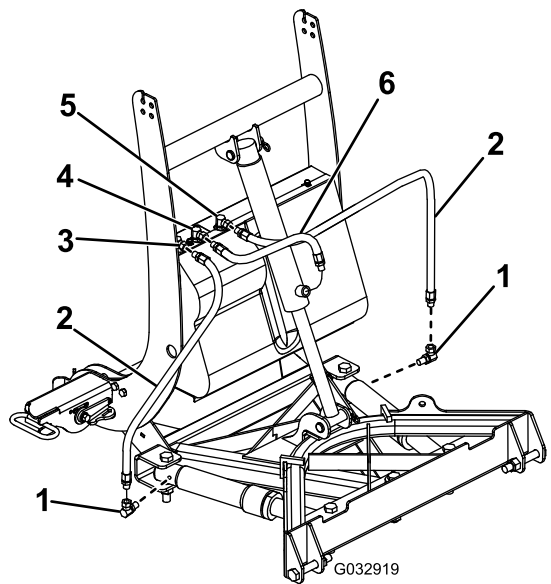

Bild 8
1. Befestigen Sie das 1/4"-Ende des 45 cm langen Schlauchs am mittleren Anschlussstück des Hydraulikverteilers (Bild 8). Drehen Sie das Anschlussstück, bis es handfest angezogen ist, und drehen es dann um weitere zwei oder drei Umdrehungen.
2. Setzen Sie einen 3/8" O-Ring in das Ende des 45 cm langen Schlauchs am unteren Anschlussstück am Hubzylinder ein (Bild 8). Drehen Sie das Anschlussstück, bis es handfest angezogen ist, und drehen es dann um weitere zwei oder drei Umdrehungen.
3. Verwenden Sie Gewindesperrmittel und befestigen das 90°-Anschlussstück am rechtwinkligen Zylinder am Schubrahmen (Bild 8).
4. Befestigen Sie das 1/4"-Ende des 86 cm langen Schlauchs am rechten Anschlussstück des Hydraulikverteilers (Bild 8). Drehen Sie das Anschlussstück, bis es handfest angezogen ist, und drehen es dann um weitere zwei oder drei Umdrehungen.
5. Befestigen Sie das 3/8"-Ende des 86 cm langen Schlauchs am zuvor eingebauten 90°-Anschlussstück (Bild 8). Drehen Sie das Anschlussstück, bis es handfest angezogen ist, und drehen es dann um weitere zwei oder drei Umdrehungen.